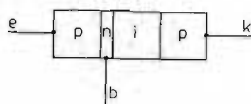

Fig. 7. pnp-transistor (pnp-transistor, försedd med ett egenledande skikt mellan bas och kollektor).
Pnp- (eller npin-)transistorn (6) representerar nästa steg i utvecklingen (logiskt sett). Här har man ökat kollektorbasavståndet och därmed minskat kollektorkapacitansen genom att placera ett dielektrikum i form av ett (i=intrinsic) egenledande rent Ge-skikt mellan bas och kollektor enl. fig. 7.